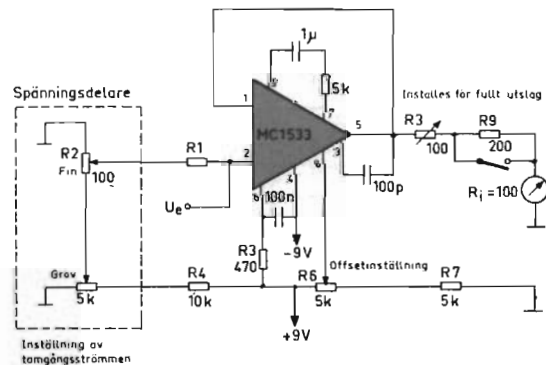

Fig 12. Spänningsföljare.
● I *fig 12* visas en spänningsföljare med låg drift. Motståndet R_3 erhåller en spänning som är mindre än matningsspänningen. På detta sätt erhåller man ett tillräckligt stort spänningsområde för att utgångsspänningen skall kunna nollställas. Motståndet R_1 tillhör ingångsspänningsdelaren. Med R_2 och R_5 inställs 0 V vid ingång (2). Som första steg jordar man ingång (2) och trimmar R_6 till nollutslag på instrumentet. Därefter tar man bort jordningen och trimmar åter instrumentet till nollutslag med hjälp av R_6 . Med R_8 kalibrerar man fullt utslag med R_9 ställer man in speciellt värde.